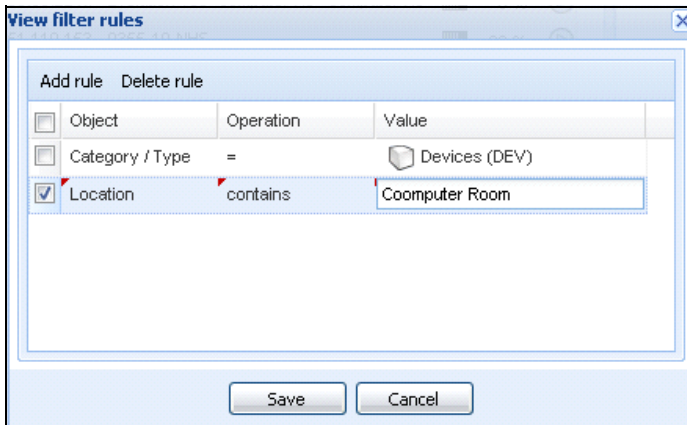

Figura 45. Finestra di dialogo Visualizza regole del filtro
- 3 Fare clic su **Modifica una visualizzazione filtro**. Appare la finestra di dialogo Visualizza regole del filtro (vedere Figura 45).
NOTA: Con la configurazione indicata in Figura 45, questa visualizzazione filtrata permetterà di visualizzare i dispositivi il cui campo Posizione contiene il valore "Stanza del computer."